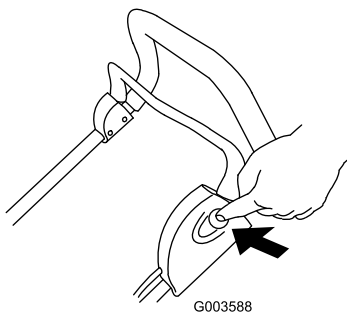

Figure 15
3. Druk op de knop op de linkerkant van de handgreep en houd deze ingedrukt (Figure 15).